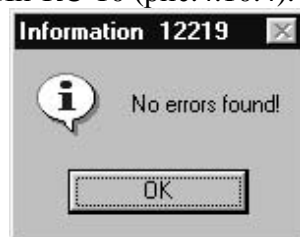

Рис.4.10.3
- Выполнить команды **Component/Validate** – будет произведена проверка упаковочной информации на наличие ошибок (рис.4.10.3).